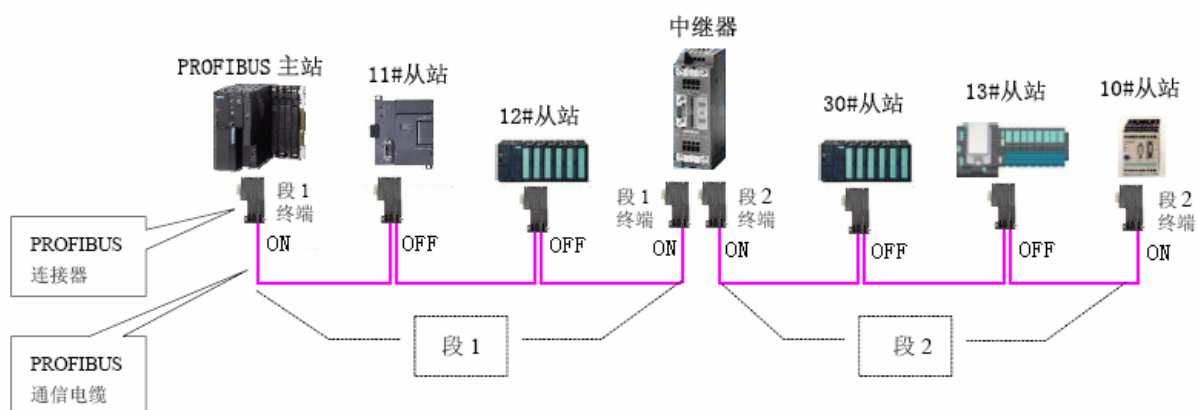

图 1-1 PROFIBUS 现场总线采用总线型网络拓扑结构
1、PROFIBUS标准规定RS485信号传输时，采用总线型的网络拓扑结构，并提出了网络段、终端、中继器、连接器等网络部件和概念，如图1-1所示，当电缆长度超过PROFIBUS标准规定的距离或网络中的站点数量超过规定数量时，需使用中继器将总线分割为段1和段2二个网络段，每个网络段的头和尾称为终端。